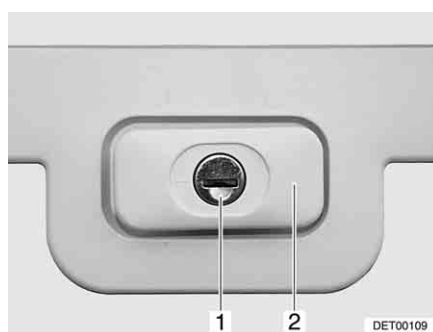

Fig. 35 Serratura dello sportello, rettangolare, chiusa
- Inserire la chiave nel cilindro della serratura (Fig. 35,1) e ruotare di un quarto di giro. La maniglia della serratura (Fig. 35,2) scatta all'infuori.